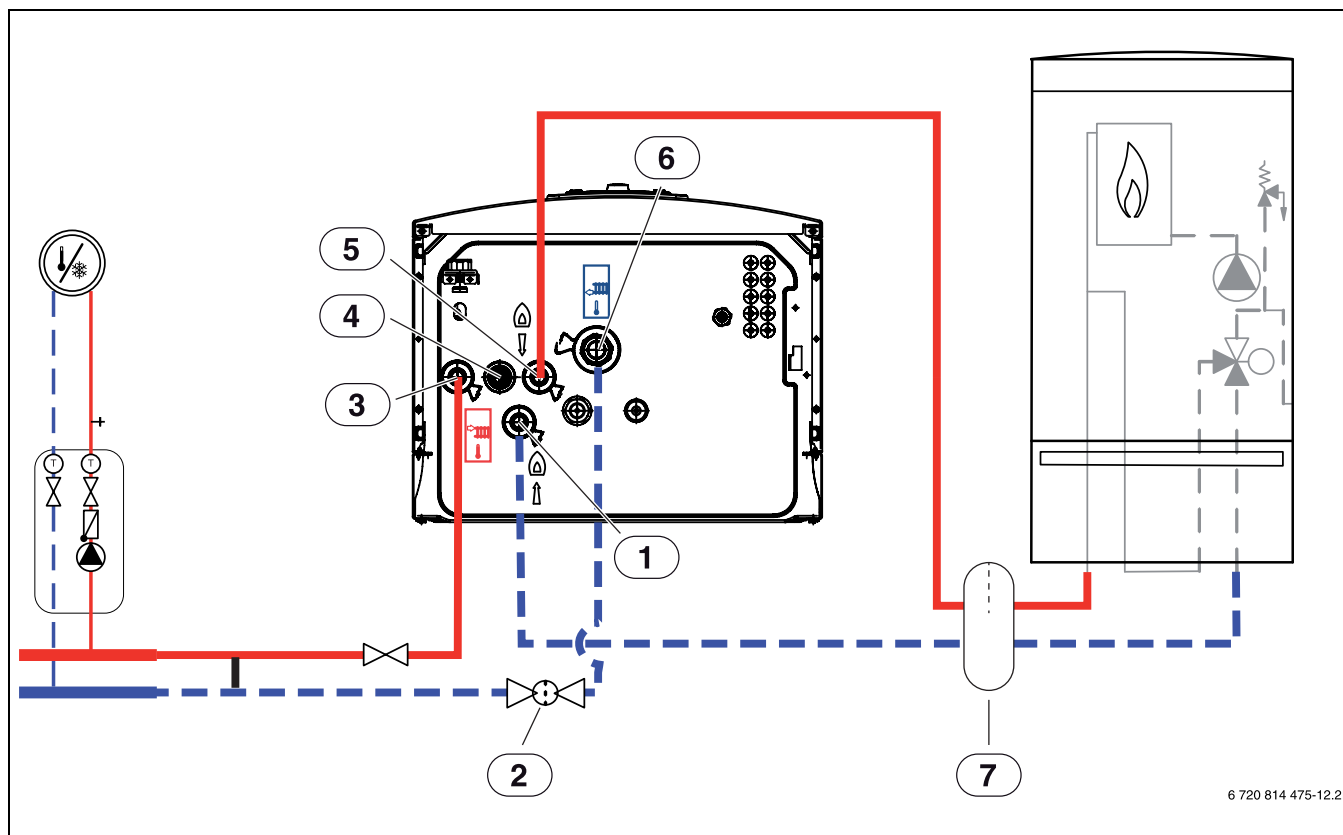

Fig. 8 Tilkobling av den innvendige enheten med shuntventil for eksternt tilskudd på varmeanlegget og tilskuddet
1. Legg avløpet fra sikkerhetsventilen fra [4], fig. 8, nedover i et frostfritt avløp.
2. Koble til returledningen til det eksterne tilskuddet på [1], fig. 8.
3. Koble til turledningen fra det eksterne tilskuddet på [5], fig. 8.
4. Koble til turledningen til varmeanlegget på [3], fig. 8.
5. Koble til returledningen fra varmeanlegget på [6], fig. 8.